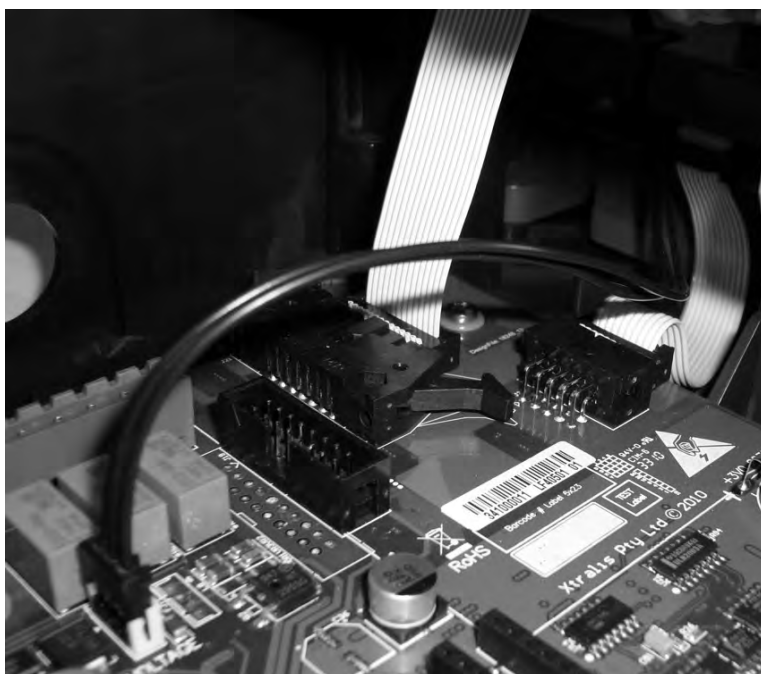

Figure 7-12: Déconnexion du câble ruban
9. Déverrouillez les bras de connexion et déconnectez le câble ruban de la carte mère (Figure 7-12).
2. Connectez le câble ruban de la chambre à la carte mère (Figure 7-12). Vérifiez que le connecteur de câble est complètement enfoncé et que les bras sont verrouillés.